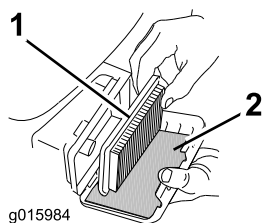

**Figura 24**
1. Presione hacia abajo los cierres de la parte superior de la tapa del limpiador de aire (Figura 24).